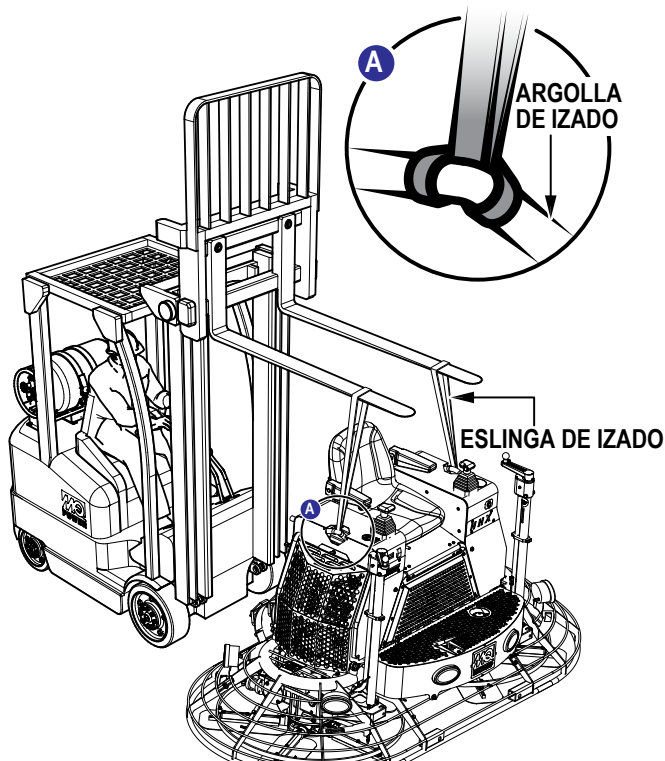
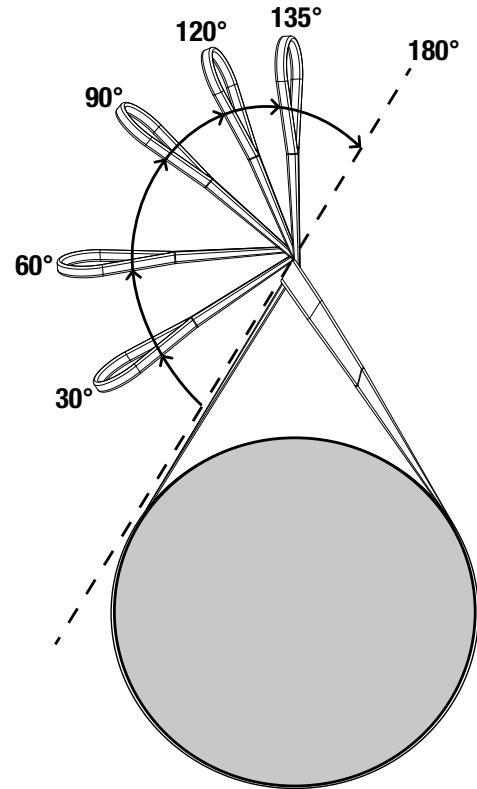

Figura 2. Izado de la alisadora
Figura 3. Ángulo entre ramales
1. Fije las dos eslingas de izado en las argollas de izado ubicadas a la derecha y a la izquierda del asiento del operador (Figura 2).
2. Inserte las horquillas del montacargas por las anillas de los extremos de las eslingas de izado (Figura 2). Mantenga las eslingas lo más vertical que sea posible. Si el ángulo entre ramales (Figura 3) es de 120 grados o menos, la fuerza de izado de las eslingas debe reducirse según se indica en la Tabla 1, de acuerdo con la Norma B30.9 de ASME.